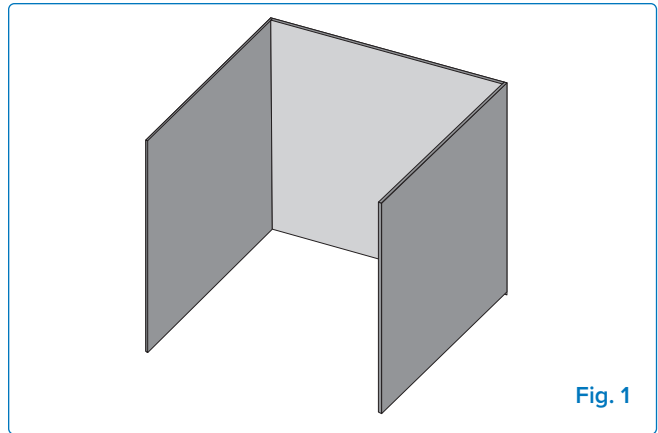

Fig. 1
- Se considera que el aparato está al aire libre si se instala en un refugio con paredes en tres lados pero sin cubierta superior. **(Fig. 1)**.